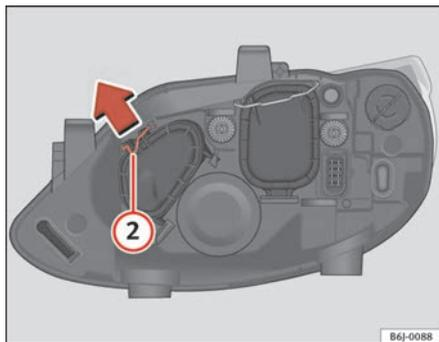

Fig. 147 Abbaglianti
- Far scorrere il tirante (2) nel senso della freccia e sfilare la chiusura ⇒ fig. 147.